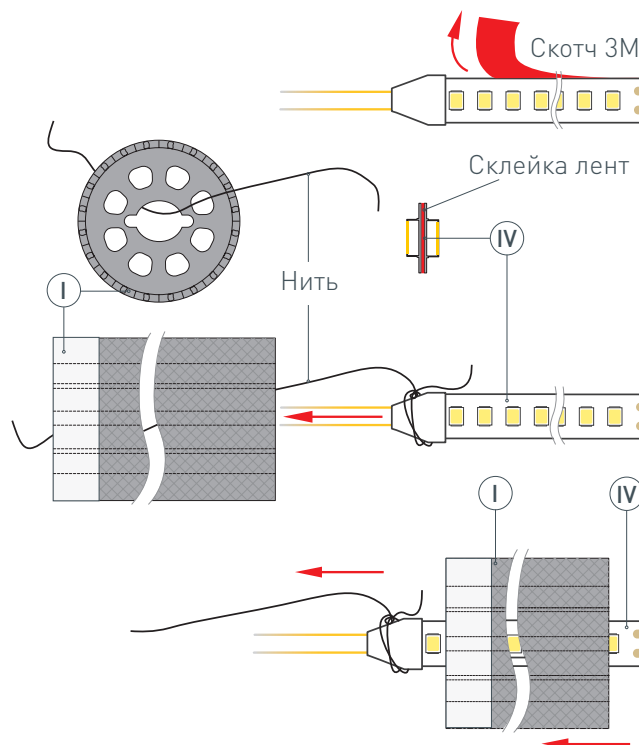

Рис. 1. Протяжка светодиодных лент ④ в профиль ①, вид сверху
- 1 / ВАЖНО!** При необходимости разрезания профиля оберните место резки малярным скотчем, чтобы не допустить распускания оплетки. Закрепите подвесы ② на поверхности и выведите наружу кабель от источника питания для светодиодной ленты. **ВАЖНО!** При создании из профиля фигуры с изгибами учитывайте, что длина используемой светодиодной ленты должна превышать длину профиля, необходимого для построения фигуры, — это поможет избежать заломов и отрыва кабелей питания ленты при сгибании профиля.
- 2 / ВАЖНО!** Не вытягивайте нить из профиля до монтажа светодиодной ленты в него! Установите* светодиодные ленты ④ в профиль ①. Для этого необходимо снять защитный слой со скотчей на светодиодных лентах ④ и склеить ленты тыльными сторонами, чтобы можно было протянуть через профиль. Затем привяжите нить (находится внутри профиля) с одной стороны профиля ① к склеенным светодиодным лентам ④, как показано на рис. 1. Чтобы втянуть ленты в профиль, сначала аккуратно поместите кабели питания светодиодных лент ④ внутрь профиля ①, а затем, насколько это возможно, вставьте край светодиодных лент. Аккуратно потяните за нить с другой стороны профиля ① и тем самым протяните** светодиодную ленту ④ в профиль ①. Отвяжите нить от светодиодной ленты. **! ЗАМЕНА ЛЕНТЫ.** Если понадобится заменить уже установленные в профиле светодиодные ленты, то необходимо проделать те же действия: привяжите нить к светодиодным лентам с одной стороны профиля, аккуратно потяните ленту с другой стороны профиля. Таким образом, нить снова окажется внутри профиля, готовая для повторного использования.